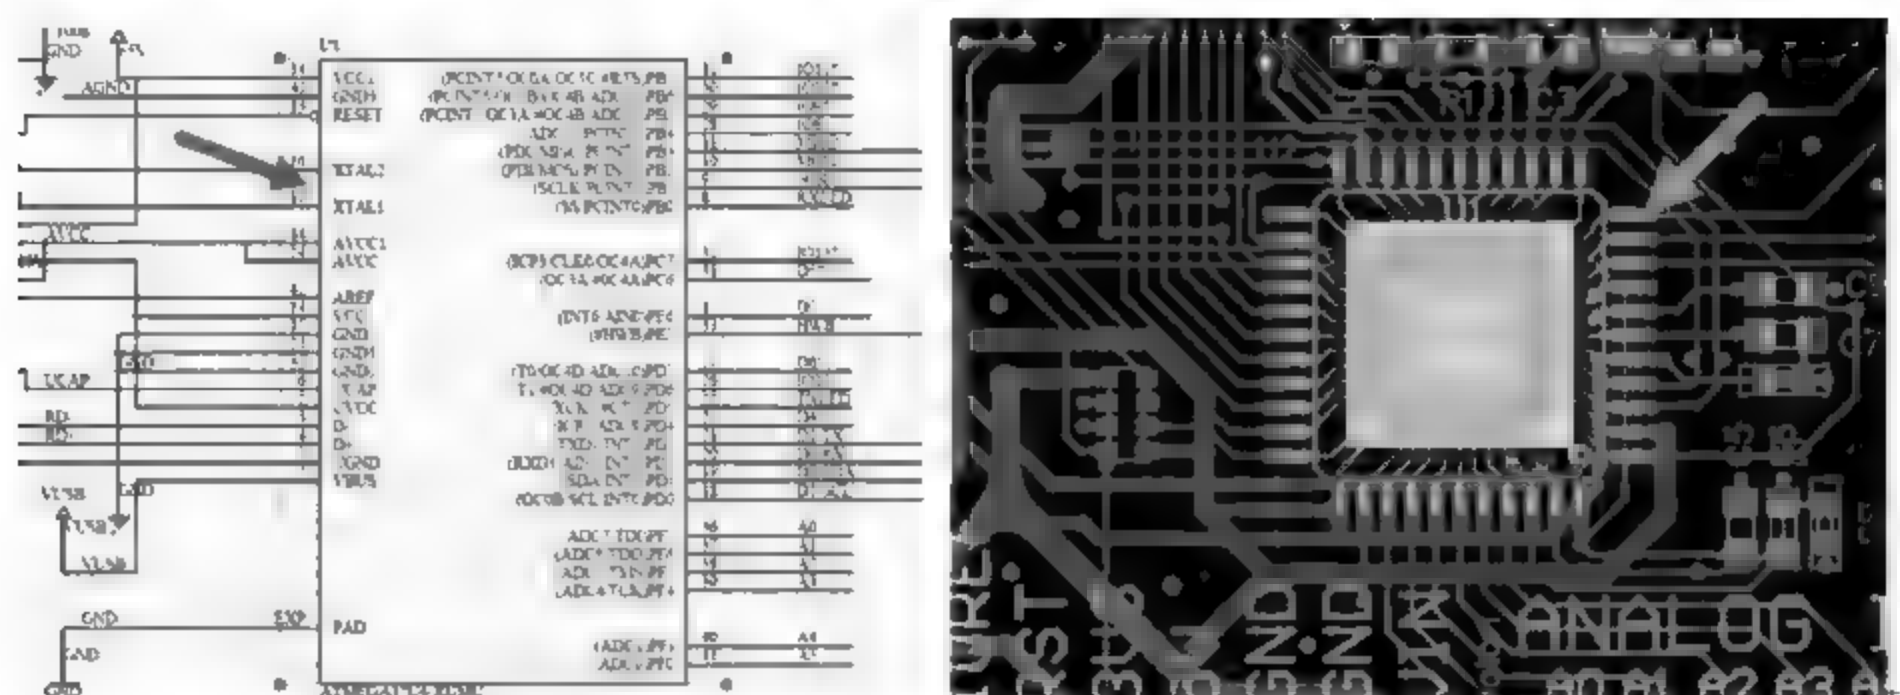

图 5-31 交叉选择模式
(2) 打开交叉选择模式后,在原理图上选择元件,PCB 上相对应的元件会同步被选中;反之,在 PCB 中选中元件,原理图上相对应的元件也会被选中,如图 5-31 所示。